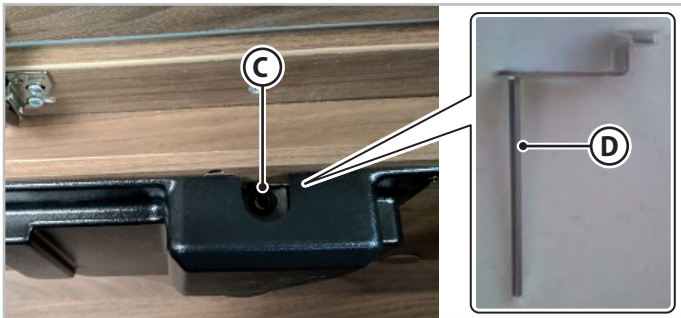

Fig.6.16 - Type A - elektrisk oplåsning af seng
2. Sæt nøglen (**D** - Fig.6.16) i skruen (**C** - Fig.6.16) til den manuelle bevægelse fra forsiden af motoren.